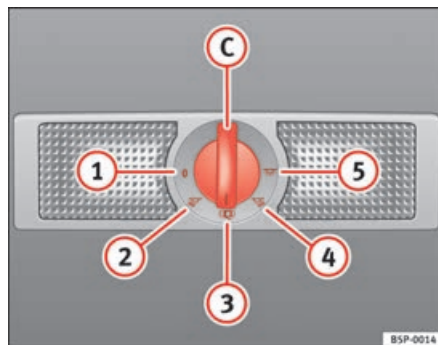

Fig. 83 Forro interior do tejadilho: iluminação interior e de leitura da parte traseira do habitáculo.
Com o interruptor ⇒ fig. 83 (C) podem ser seleccionadas as seguintes posições:
Com o interruptor na posição ⇒ fig. 83 (1) a luz interior e os spots de leitura estão desligados.